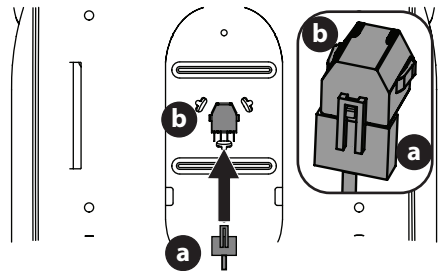

Figure 8
- Si nécessaire, connectez le faisceau de l'interrupteur du siège (a) à l'interrupteur (b) (Figure 8). Placez l'excédent de fil loin des points de pincement.